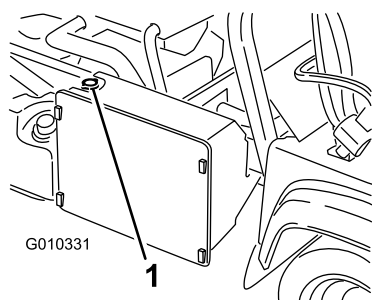

Figure 55
3. Retirez le bouchon de radiateur (Figure 55).
7. Faites l'appoint du radiateur et remettez le bouchon en place (Figure 55).